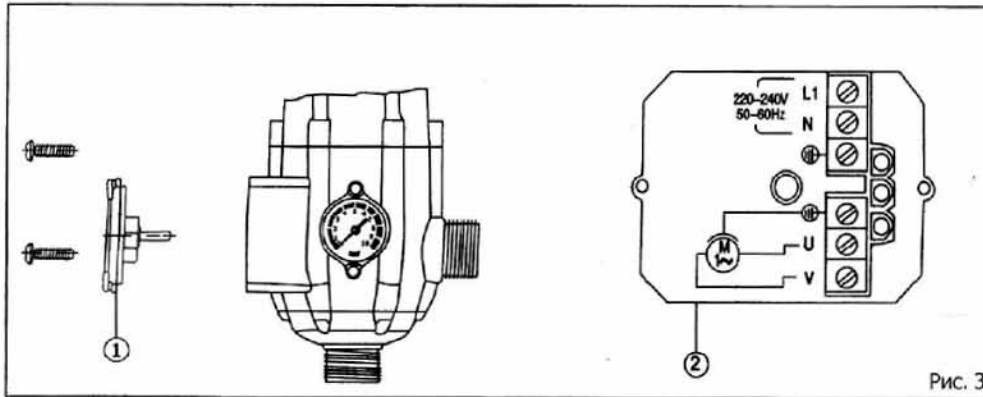
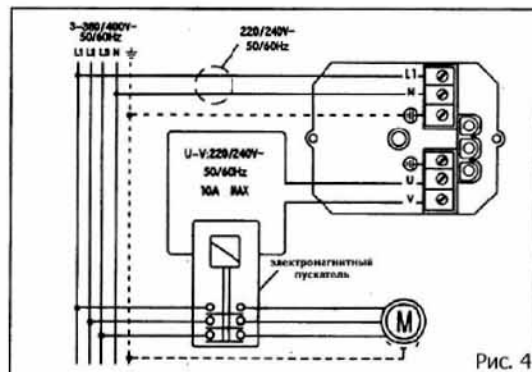

Рис. 3
Рис. 4
2. Для электрического подсоединения придерживайтесь схемы, приведенной на кожухе монтажной платы или на рис. 3. При использовании блока автоматики с трехфазным или однофазным электронасосами у которых коммутируемый ток свыше 10 А используйте электромагнитный пускатель (рис. 4). Необходимо использовать электрокабель с термической стойкостью не ниже 99° С.